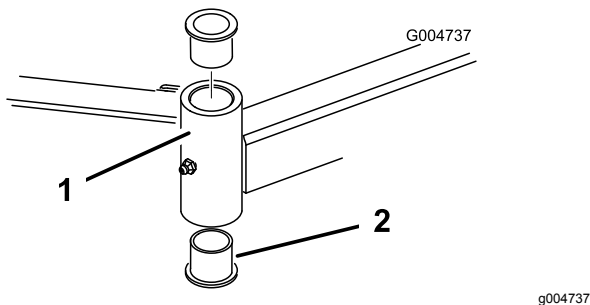

Bild 24
4. Stecken Sie einen Dorn oben oder unten in das Befestigungsrohr und treiben die Büchsen heraus (**Bild 24**). Treiben Sie dann die andere Büchse aus dem Rohr heraus. Reinigen Sie die Innenseite der Rohre.